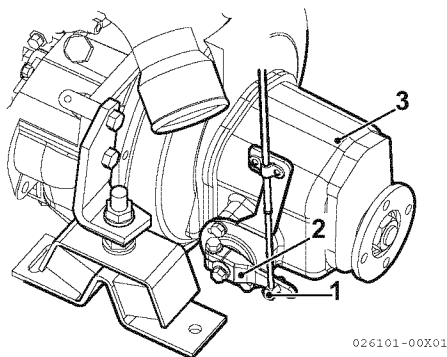
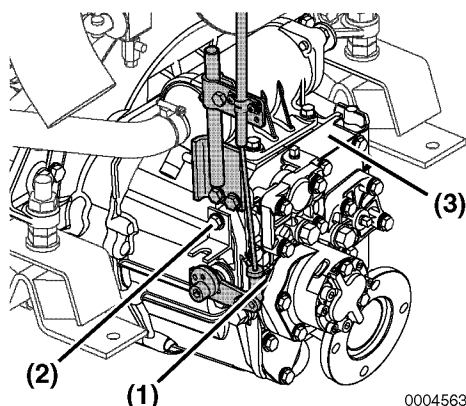

Abbildung 7
Abbildung 8
1. Stellen Sie sicher, dass der Fernbedienungshebel (**Abbildung 7, (2)**) oder (**Abbildung 8, (1)**) sich auf die richtige Position setzt, wenn der Fernsteuerungsbediengriff auf den Positionen NEUTRAL, VORWÄRTS oder RÜCKWÄRTS steht. Nehmen Sie die Einstellungen von der Position NEUTRAL ausgehend vor.
2. Zum Einstellen die Kabelverschraubung (**Abbildung 7, (1)**) oder (**Abbildung 8, (2)**) lösen und wieder anziehen.